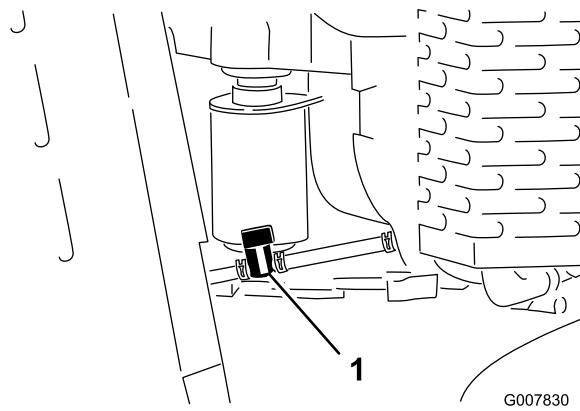

Figura 39
4. Gire la válvula de cierre del combustible a la posición de cerrado (Figura 39).
5. Apriete los extremos de la abrazadera en el lado del motor de la válvula de cierre, y deslícela por el tubo de combustible, alejándola de la válvula (Figura 39).
6. Retire el tubo de combustible de la válvula (Figura 39). Abra la válvula de cierre del combustible y deje que la gasolina se drene en un recipiente.
3. Gire la válvula de cierre del combustible a la posición de cerrado (Figura 39).
7. Gire la válvula de cierre del combustible a la posición de abierto (Figura 39).